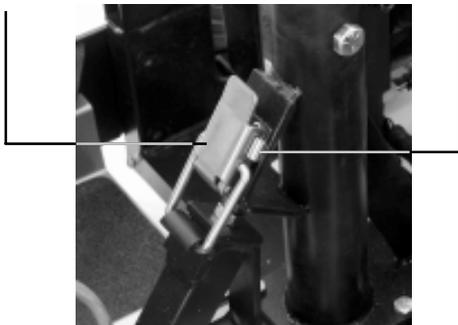

Figure 17. Ferموir à bascule (fermé)
1. Pesez sur le bouton de détente tout en tirant sur le ferموir. Voir la figure 17.
5. Enclenchez le fermoir à bascule. Voir la figure 17.